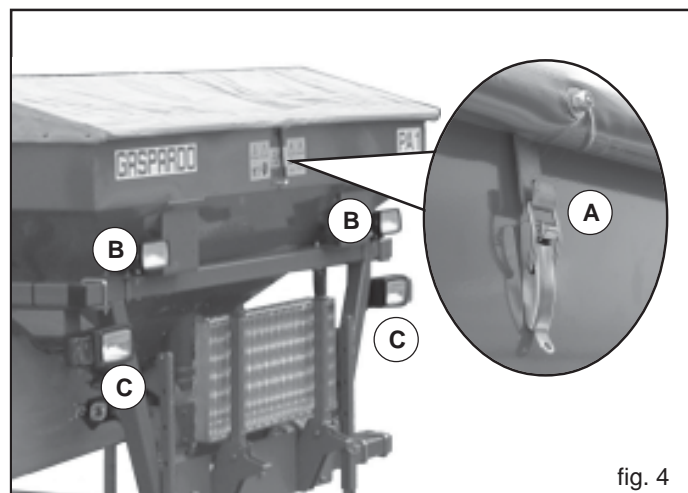

fig. 4
- 7) Efectuati transportul cu toate rezervoarele goale, cu o viteza maxima de 25 km/h. Asigurati capacul cu boltul de prindere respectiv (A, Fig. 4). Verificati periodic gradul de deteriorare al tirantului, si cand este cazul inlocuiti-l.
- 10) In cazul in care gabaritele constituite din utilaje purtate sau semipuratate acopera vizibilitatea dispozitivelor de semnalizare si iluminare ale tractorului, acestea trebuiesc adaugate si pe utilaje, respectand normele codului rutier in vigoare din tara respectiva. Transportul pe drumurile publice trebuie sa se faca cu farurile B (Figura 4) oprite. Reglati orientarea proiectoarelor de lumina (C, Fig. 4) respectand normele codului rutier in vigoare din tara respectiva.